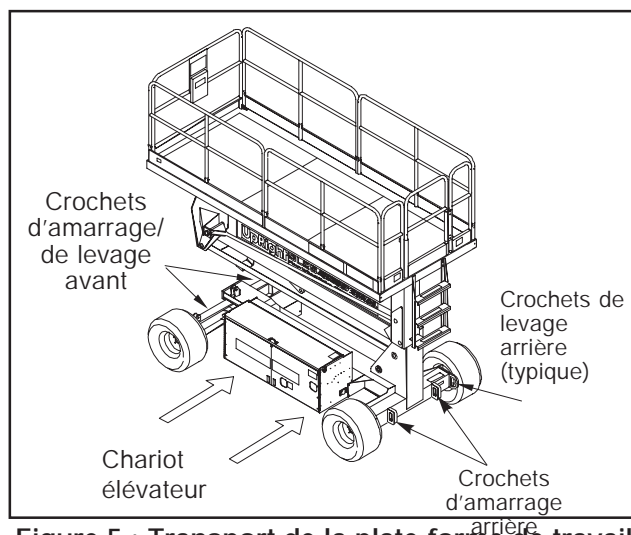

Figure 5 : Transport de la plate-forme de travail
Transporter avec un chariot élévateur en soulevant par le côté du châssis sous les modules du châssis (Figure 5).
Fixer les courroies sur les crochets de levage du châssis uniquement (Figure 5).
2. Bloquer la plate-forme de travail sur le véhicule de transport avec des chaînes ou des courroies d'une capacité suffisante fixées sur les crochets d'amarrage du châssis (Figure 5).